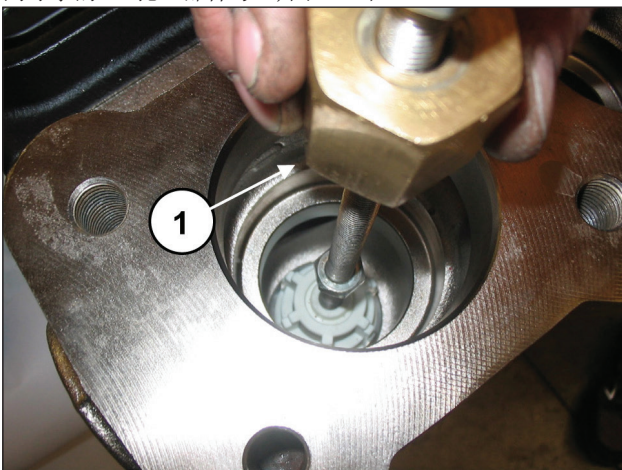

图94
使用有冲击锤的提取器来拔出吸入阀组，将提取器安装在阀导承的M10孔（部件号①，图94）中。